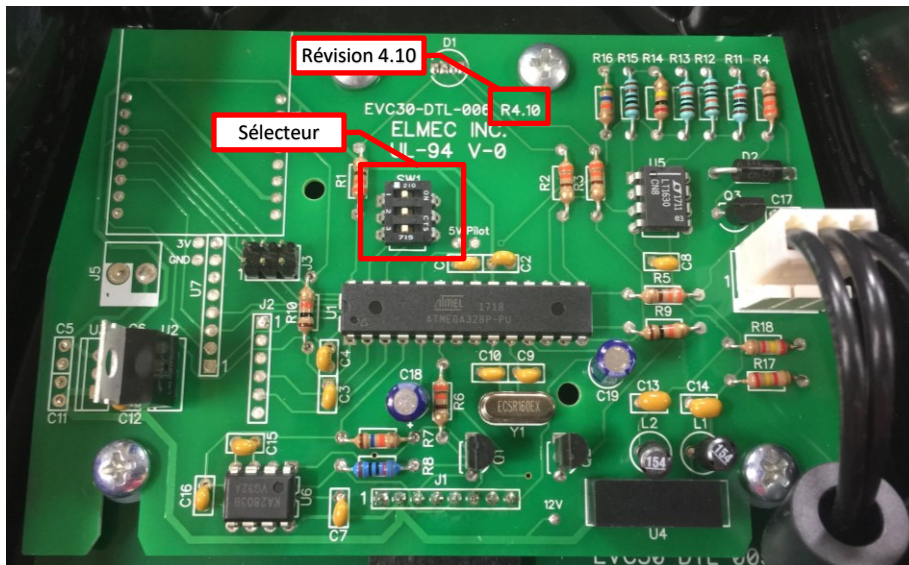

Figure 5 : Position du sélecteur (SW1, R4.10)
- 5- À l'aide d'un petit tournevis à tête plate, modifier l'état des sélecteurs en déplaçant les petits leviers blancs vers la gauche ou vers la droite selon la valeur désirée. Se référer à la Figure 5 et à la Figure 6 ainsi qu'au